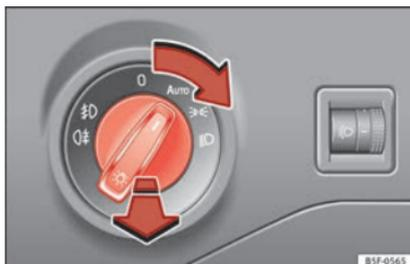

Fig. 35 Planche de bord : commande des feux.
- Tournez l'interrupteur dans la position désirée »» fig. 35.